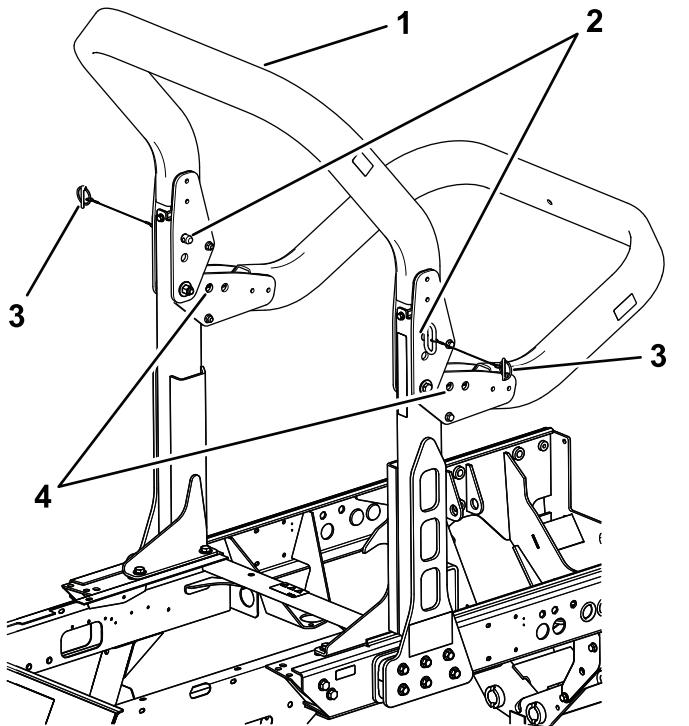

図 42
2. 上部フレームを支えておいて、ピボットブラケットからスナップピンとクレビスを外す図 42。